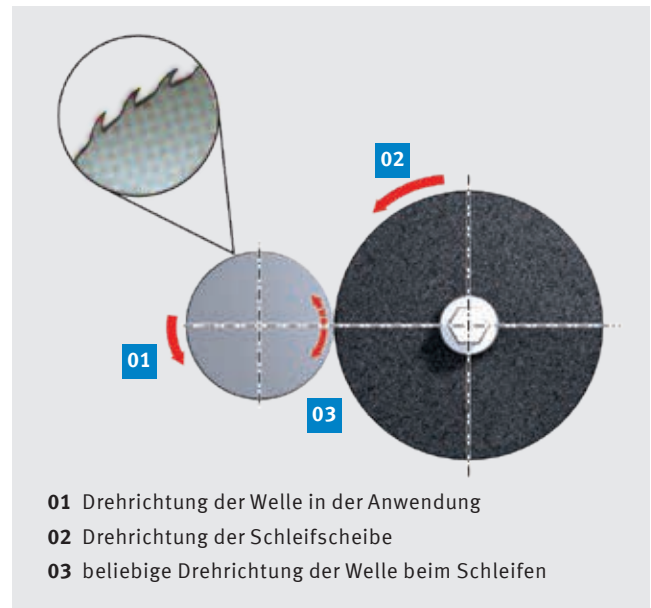

Abb. 44: Schleifen einer Gusswelle
- Sphäroguss (GGG) hat ein offenes Oberflächengefüge und ist darum auf  $R_z 2$  oder besser zu schleifen. Abb. 44 zeigt den Drehsinn von Gusswellen in der Anwendung. Dieser sollte dem Drehsinn der Schleifscheibe entsprechen, da in der entgegengesetzten Drehrichtung größerer Verschleiß entsteht.